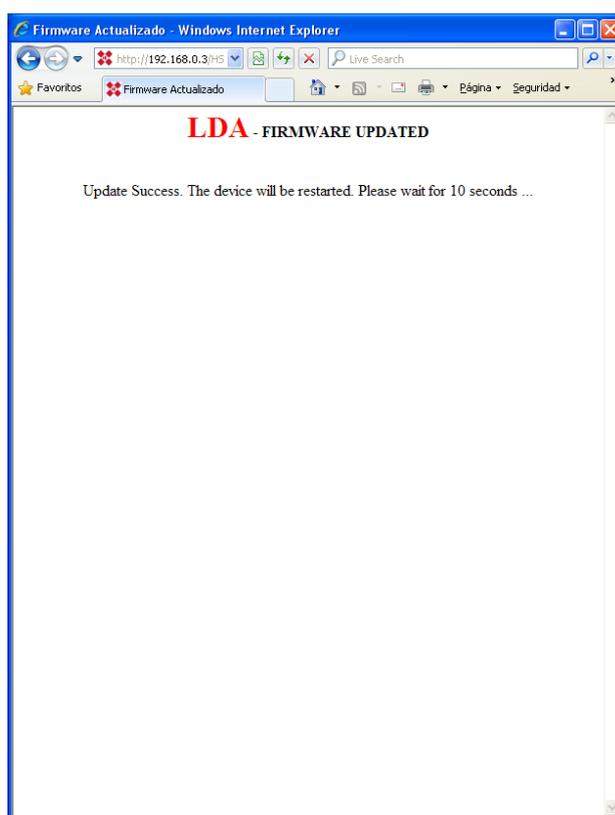

Ilustración 10: Carga del firmware
3. a continuación se mostrará la pantalla de confirmación que aparece en la ilustración 10, y el equipo se reiniciará automáticamente;